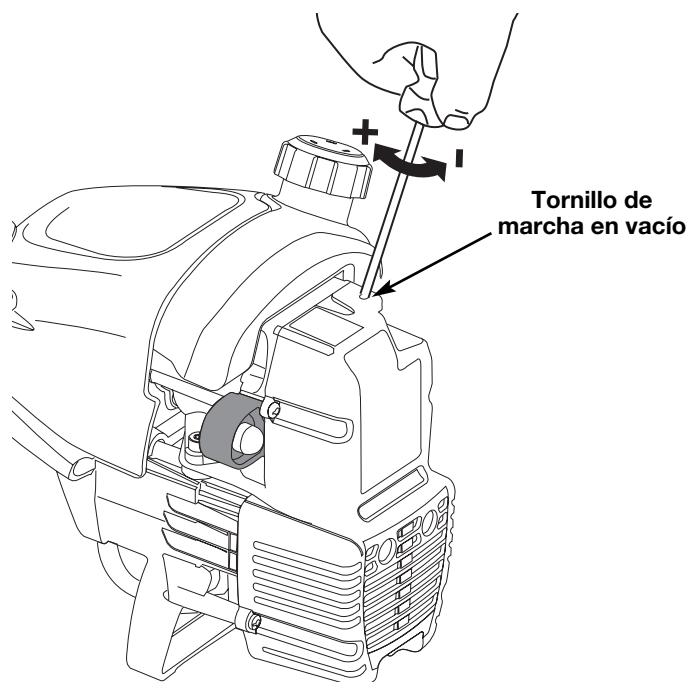

Fig. 31
La velocidad lenta del motor puede ser ajustada por la cubierta del silenciador / filtro de aire (Fig. 31).
2. Suelte el gatillo del regulador y deje que el motor funcione en marcha lenta. Si el motor se para, inserte un pequeño destornillador Phillips en el orificio de la cubierta del silenciador / filtro de aire (Fig. 31). Gire el tornillo de marcha lenta en sentido horario, de a 1/8 de vuelta por vez (según sea necesario) hasta que el motor funciona en mínima.